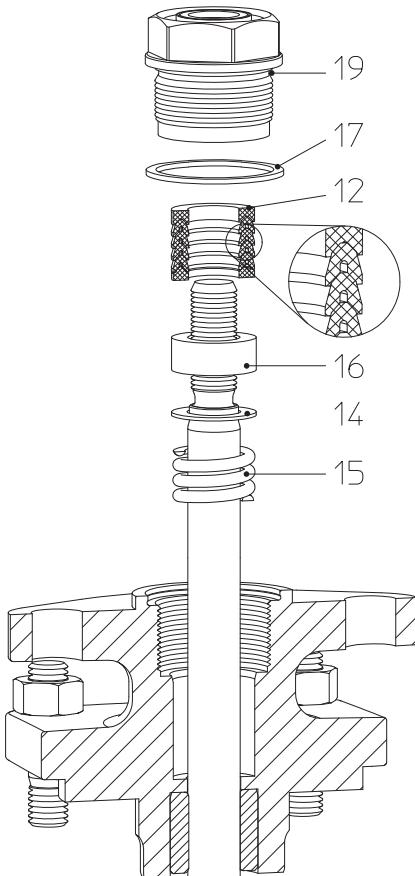
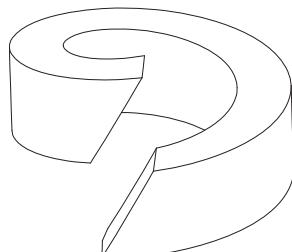

Рис. 18:
Рис. 21: разделенное
(см. Рис. 18).
- Установите новое уплотнительное кольцо, руководствуясь Рис. 18 - Рис. 21.
При использовании разделенных уплотнительных колец, разрез должен производиться с наклоном согласно Рис. 21